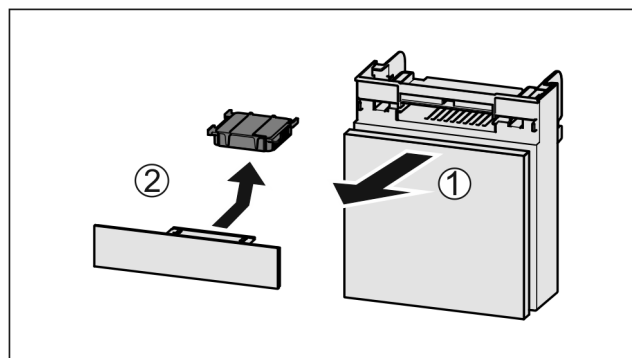

Fig. 147
- ▶ Dra ut Fig. 147 (1) lådan framåt.
- ▶ Ta ut Fig. 147 (2) aktivtkolfiltret.